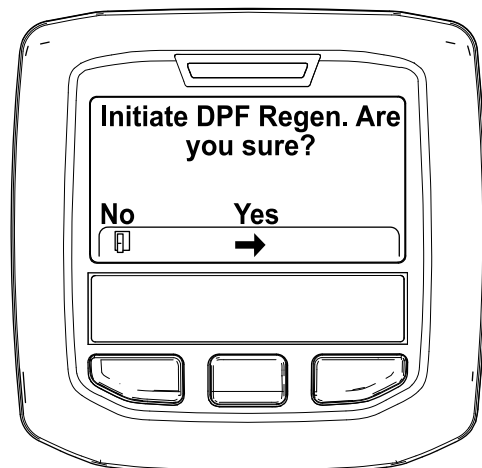

Bild 45
4. Wenn die Meldung „Initiate DPF Regen. Are you sure?“ Angezeigt wird, drücken Sie die mittlere Taste (Bild 45).